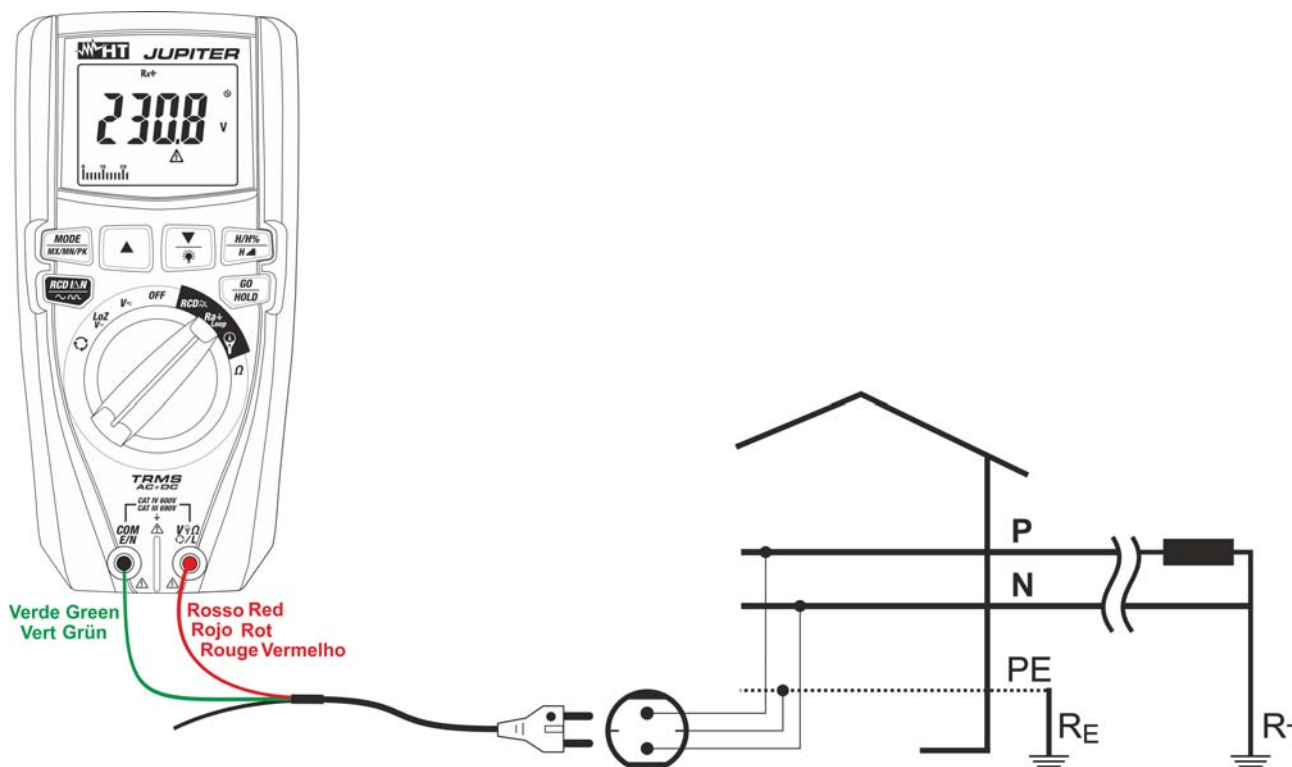

Fig. 23: Uso dello strumento per misura impedenza Loop L-PE con cavo a spina Schuko
5. Per misura di Loop L-PE in caso di uso del cavo con spina shuko inserire il conduttore rosso nel terminale di ingresso $V_{\Omega} \text{ L}$ e il conduttore verde nel terminale di ingresso **COM/E/N** e collegare lo strumento all'impianto in esame (vedere Fig. 23). Il valore della tensione Fase-Terra è mostrato a display